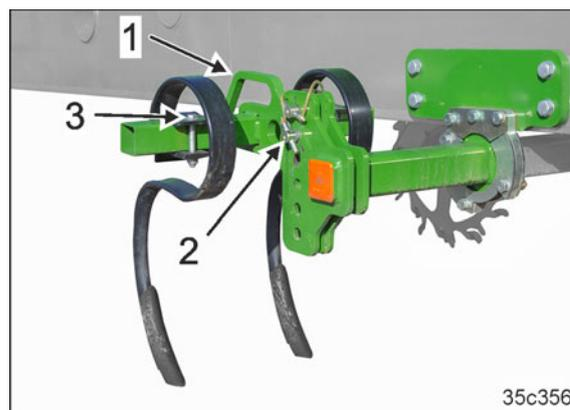

Рис. 202
1. После регулировки затяните и законтрите болты (Рис. 202/3).
1. Возьмитесь за ручку (Рис. 202/1) следорыхлителя.
2. Извлеките пальцы (Рис. 202/2).